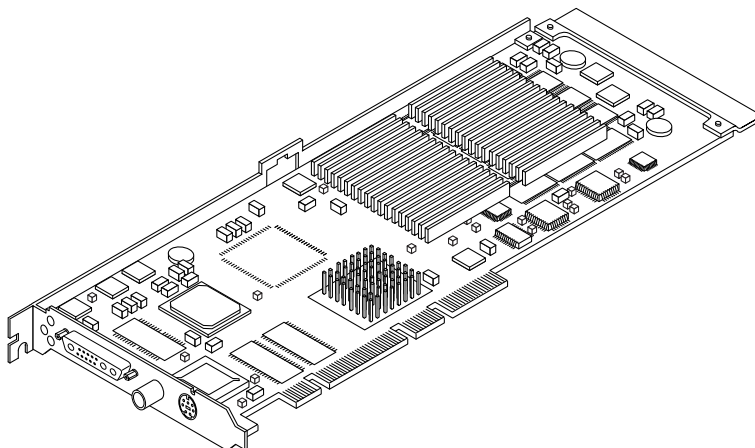

FIGURE 1-1 Accélérateur graphique Sun Expert3D
- FIGURE 1-1 Accélérateur graphique Sun Expert3D 1
L'accélérateur graphique Sun Expert3D™ (FIGURE 1-1) est une mémoire d'écran pour carte graphique de haute résolution et très performante permettant le mappage de texture. La carte graphique Sun Expert3D prend en charge la résolution d'écran 1920 x 1200 à double buffer et buffer Z, ainsi que la résolution stéréo 1280 x 1024.